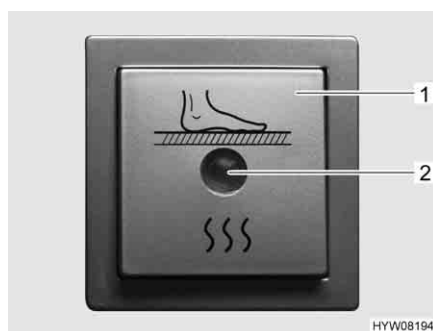

Fig. 126 Interruttore per riscaldamento elettrico del pavimento
- Premere l'interruttore a bilico (Fig. 126,1). La spia di controllo nell'interruttore (Fig. 126,2) si accende.
- Premere l'interruttore a bilico (Fig. 126,1). La spia di controllo (Fig. 126,2) nell'interruttore si spegne.